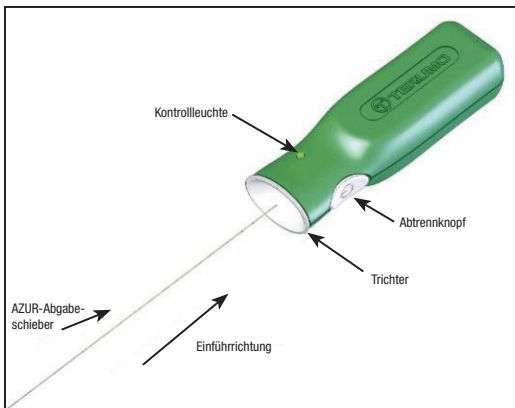

Abbildung 2 – AZUR-Abtrennregler
14. Vor der Verwendung des Produkts das proximale Ende des Abgabeschiebers aus dem Verpackungsband entfernen. Es ist darauf zu achten, dass dieses Ende des Abgabeschiebers nicht mit Fremdstoffen wie Blut oder Kontrastmittel verunreinigt wird. Das proximale Ende des Abgabeschiebers fest in den Trichterabschnitt des AZUR-Abtrennreglers einsetzen. **Siehe Abbildung 2. Den Abtrennknopf zu diesem Zeitpunkt nicht drücken.**
35. Das proximale Ende des Abgabeschiebers mit dem AZUR-Abtrennregler verbinden, indem das proximale Ende des Abgabeschiebers fest in den Trichterabschnitt des AZUR-Abtrennreglers eingeführt wird. Siehe Abbildung 2.